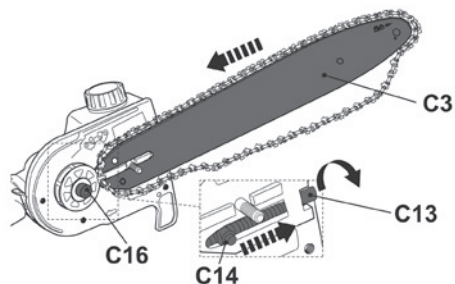

Fig. 14
- > Aperte o parafuso tensor (C13) para a esquerda para ajustar o pino de aperto (C14)/guia (C3) na roda dentada de acionamento (C16) até ao batente (Fig. 14).